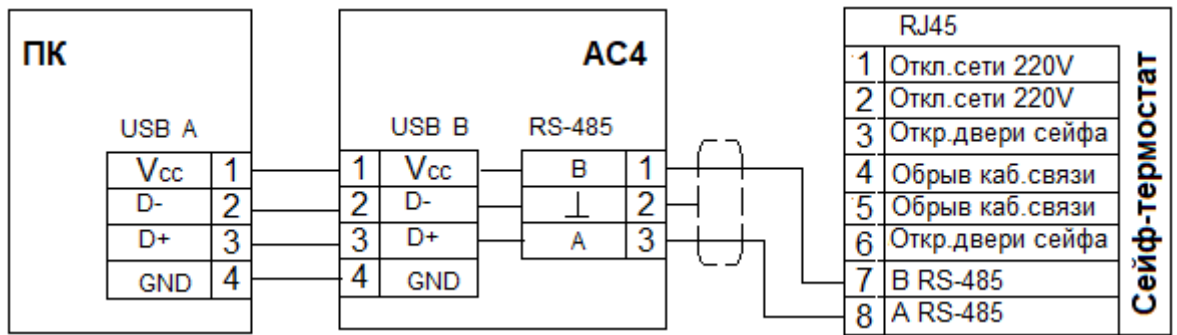

Рис. 6. Подключение интерфейса RS-485 сейфа-термостата к сети и ПК Пользователя.
6.18.4 В качестве Мастера сети Пользователя, можно использовать ПК с установленной программой наблюдения, управления и сбора данных OWEN PROCESS MANAGER «OPM v 1.2» (SCADA-система) и загруженным драйвером, для преобразователя интерфейсов RS-485/USB. Подключение адаптера (OWEN AC-4) должно осуществляться в соответствии с требованиями его краткого руководства, рис. 6